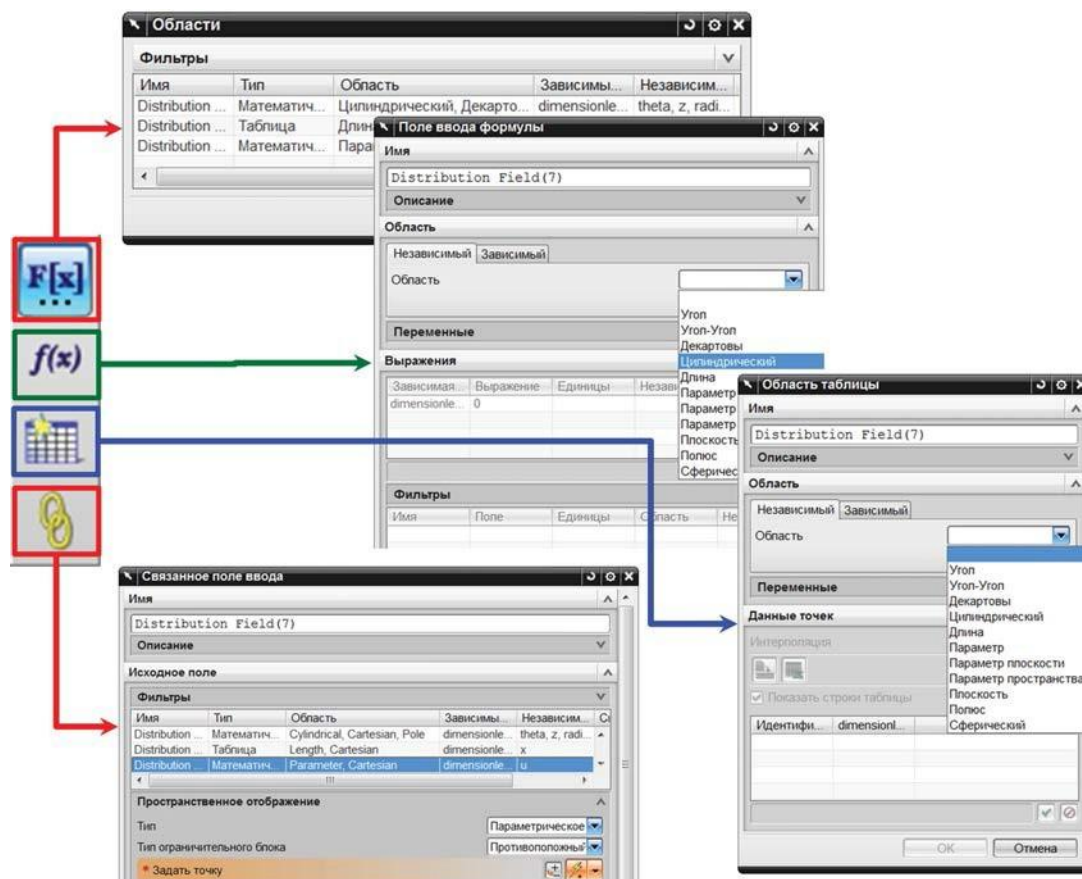

Рис. 14. Способы указания полей данных
- *Выберите существующее поле из списка* – указывается одно из существующих полей данных (рис. 14);